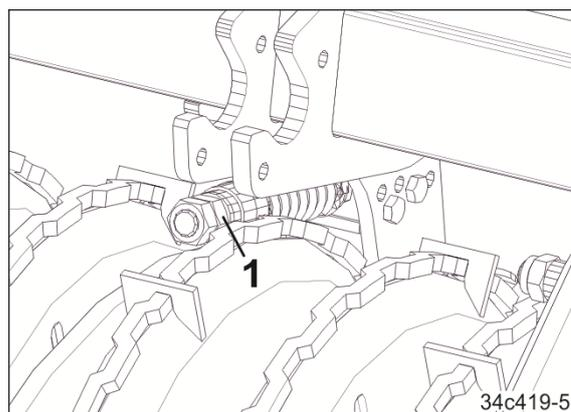

Fig. 166
2. Tourner l'écrou hexagonal (Fig. 166/1) sur le pack ressort jusqu'à ce que les extrémités de la lame soient de nouveau en contact avec les bords du rouleau. Serrer l'écrou hexagonal.